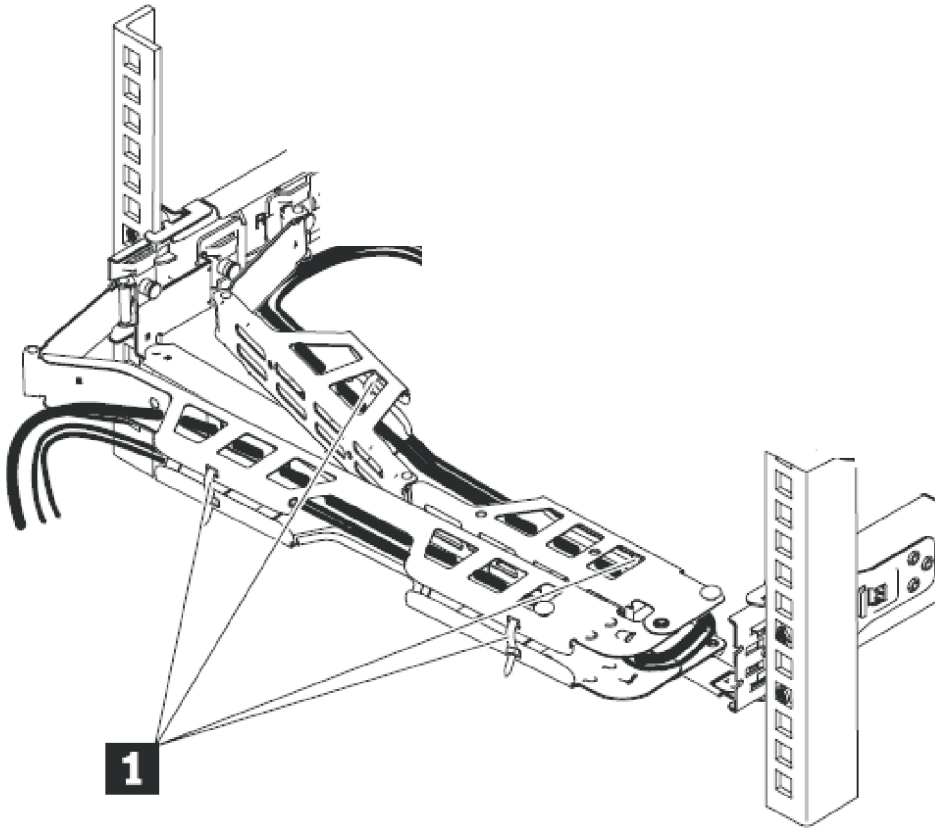

図 29. ケーブルの接続と配線
a. ケーブル・マネジメント・アーム上で、データ・ケーブルおよび電源コードを 32 ページの図 29 の **1** に示すように、配線します。